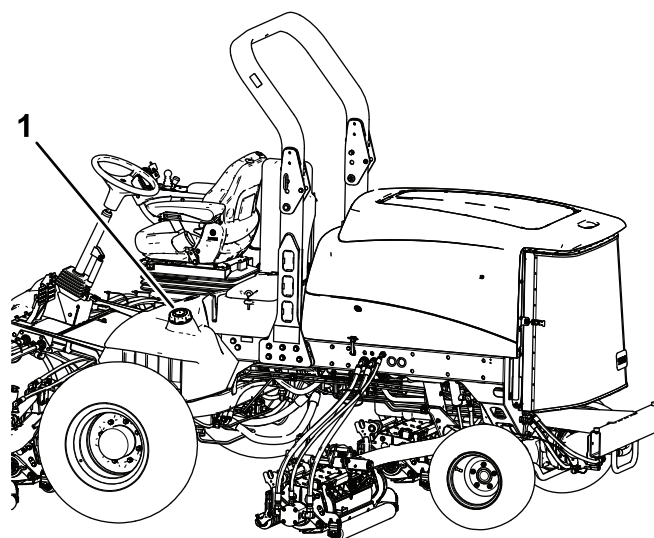

Figure 36
3. Retirez le bouchon du réservoir de carburant (Figure 36).